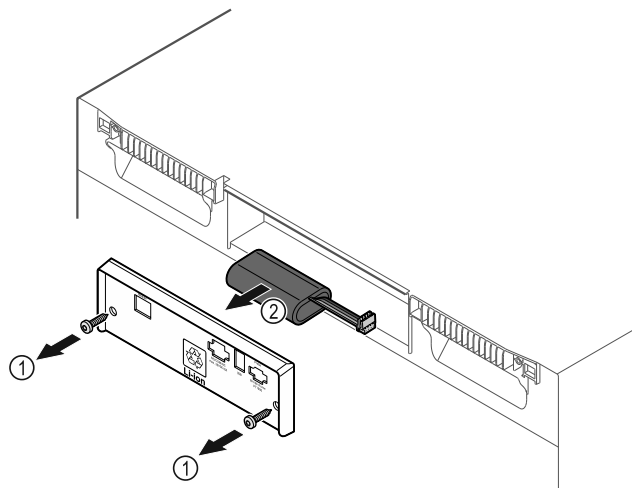

Fig. 201
- ▶ Wykręcić śruby i usunąć osłonę z tyłu urządzenia Fig. 201 (1).
- ▶ Odczepić i wyjąć baterię Fig. 201 (2).